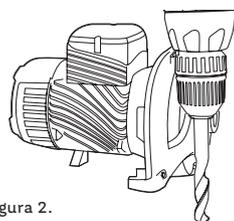

Figura 2.
2. Realiza las dos perforaciones e introducir dos taquetes (ver Figura 2).